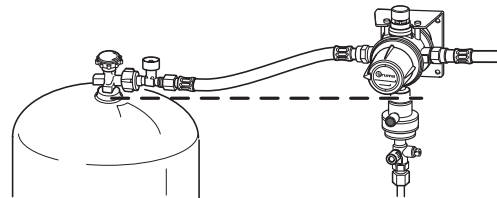

Afbeelding 3 Afmetingen in mm. Weergave niet op schaal.
- De DuoControl CS moet afhankelijk van de uitvoering verticaal op een stevige wand of horizontaal tegen de bovenkant van de gasfleskast worden gemonteerd. Het **ontkoppelingselement** (afb. 3 – A) moet altijd in **verticale positie** staan.